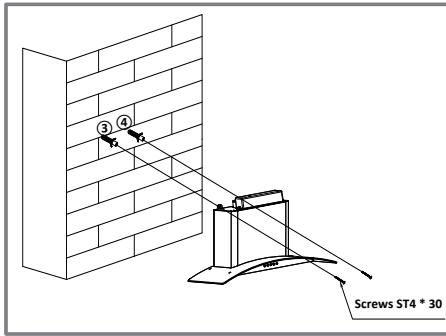
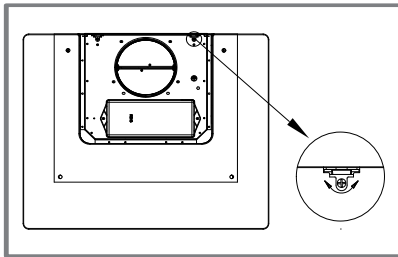
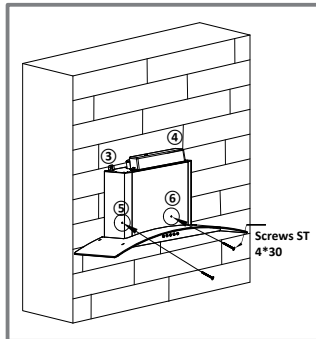

Fig. 8
Fig. 9
Fig. 10
Langkah 2 (Fig. 8 / Fig. 9 / Fig. 10)
- ▶ Pasang tudung hisap pada dinding dan pastikan sudah terpasang kuat menggunakan skrup ③ & ④. (Fig. 8)
- ▶ Jika Anda ingin merubah posisi, sesuaikan skrup pada bagian atas pada rumah. (Fig. 9)
- ▶ Kencangkan skrup nomor ③, ④, ⑤, ⑥ setelah merubah posisi. (Fig. 10)